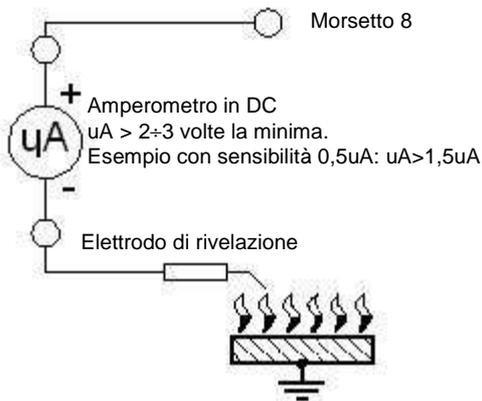
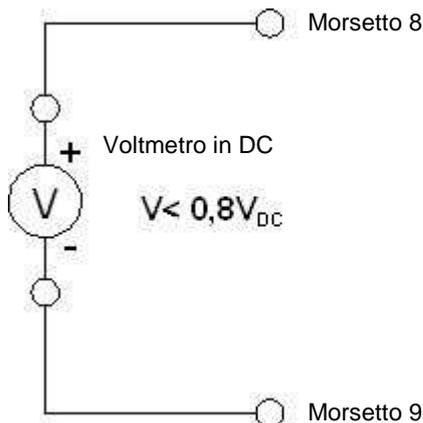

Fig. 5 – Metodo di misurazione del segnale di fiamma sulle versioni a gas.
Fig. 6 – Metodo di misurazione del segnale di fiamma sulle versioni ad olio combustibile.
- il livello del segnale di fiamma sia sufficientemente elevato (vedere Fig.5 e Fig.6 per il metodo di misura da adottare rispettivamente nel caso di apparecchiature per applicazioni gas ed olio combustibile).